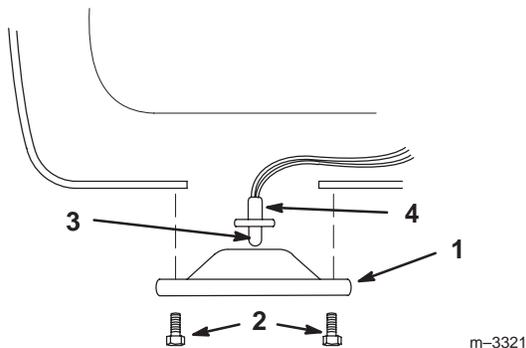

Bild 53
2. Entfernen Sie die beiden Schrauben, mit denen die Linse befestigt wird (Bild 53).
3. Ziehen Sie die Linse so weit heraus, dass Sie die Birnenfassung entfernen können (Bild 53).
4. Ziehen Sie die Birne aus ihrer Fassung heraus (Bild 53).
1. Schieben Sie eine neue Birne in ihre Fassung (Bild 53).
2. Stecken Sie die Birnenfassung in die Linse und schieben diese in die Zugmaschine (Bild 53).
3. Sichern Sie die Linse mit den beiden Schrauben ab, die Sie vorher entfernt haben (Bild 53).